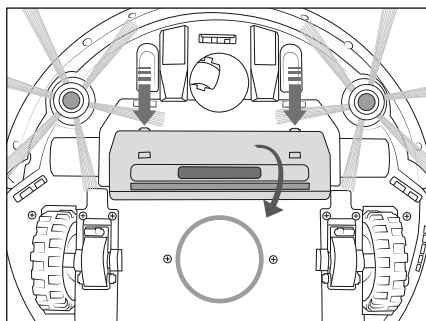

Fig. 12
- 1) Presione los dos botones de desencastre para dismantar la cubierta **20** del orificio de aspiración **19** y retírela del aparato (consulte la fig. 12).